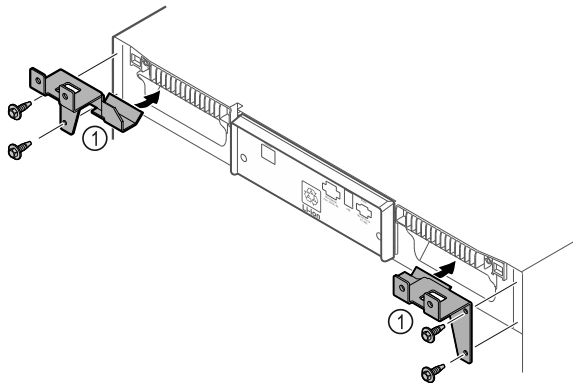

Fig. 10
- ▶ Montoni në pajisje pjesët mbajtëse Fig. 10 (1) me vidat vetëfiletuese.